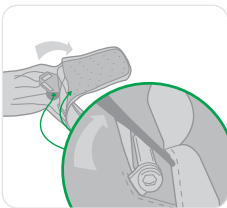

Figura 9
- Deschideți fermoarul panoului din spate al rucsacului și verificați conectorul hamului pentru depistarea semnelor de deteriorare, distorsiune, coroziune sau crăpături. Asigurați-vă că șurubul de fixare este asigurat (figura 9). Dacă deteriorarea este aparentă sau șurubul nu este asigurat, dispozitivul MSA PRD se va scoate din uz și se va cere sfatul MSA sau al unui agent autorizat.